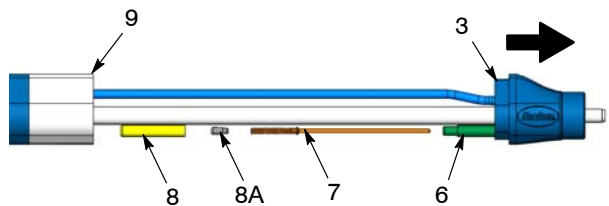

Fig. 26 Démontage de la résistance – pistolets à fixation sur barre
Pistolets à fixation sur barre : Voir la figure 26. Tirer sur l'adaptateur (3) afin de le séparer suffisamment du corps tubulaire (9) pour pouvoir accéder au manchon (8) et au guide de la résistance (6).